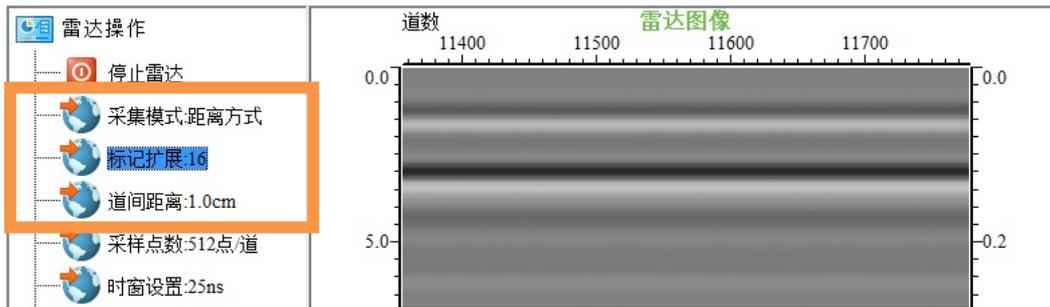

图 10 距离模式的子菜单
- (1) **时间模式：**雷达按照相等的时间间隔采集数据，调整雷达参数中扫描速度可以改变时间间隔，如扫描速度选择 64 道/秒，意味雷达 1 秒钟等时间间隔的采集 64 道数据。
- (2) **距离模式：**雷达按照相等的距离间隔采集雷达数据，该模式下天线需要安装测量轮。选择该模式时，如图 10 所示在菜单下方出现标记扩展选项和道间距离选项，调整标记扩展的数值系统会自动给出道间距离，用户可以按照探测需要自定义设置标记扩展。选择该模式后雷达的采集模式仍为时间模式，只有开始保存数据时该模式被激活启动。标定测量轮请参考 2.2 节中的标定测距轮。